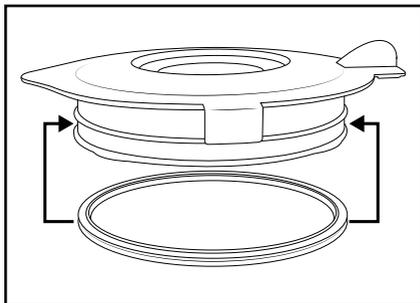

Fig. 3
- Pulire l'inserito mixer ❸ solo con uno spazzolino con il manico lungo, in modo da essere sicuri di non ferirsi con la lama da taglio ❹.
- Pulire il tappo dosatore ❶ e il coperchio ❷ con una soluzione saponosa delicata. Per la pulizia manuale è possibile togliere la guarnizione in gomma ❾. Assicurarsi che la guarnizione in gomma ❾ sia posizionata di nuovo correttamente prima di riutilizzare il coperchio ❷ (fig. 3).